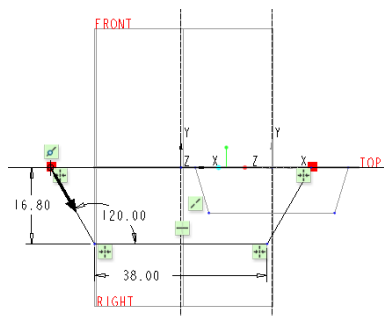
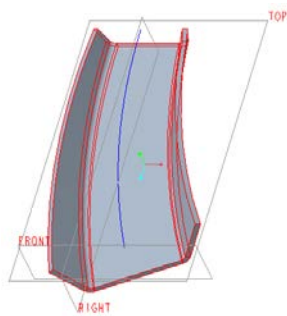

图 1-84 绘制结束截面
图 1-85 扫描混合壁
(6) 在“截面”面板中单击“插入”按钮，确保截面位置为“结束”，其旋转角度值为“0”，单击该面板中的“草绘”按钮，进入草绘模式，绘制图 1-84 所示的结束截面，单击✔（确定）按钮。
(7) 在“扫描混合”选项卡中打开“选项”面板，从中勾选“调整以保持相切”复选框，选择“无混合控制”单选按钮，并勾选“在锐边上添加折弯”复选框，半径为“[厚度]”，指定半径标注位置为“内侧”。
(8) 单击✔（完成）按钮，完成的扫描混合壁如图 1-85 所示。